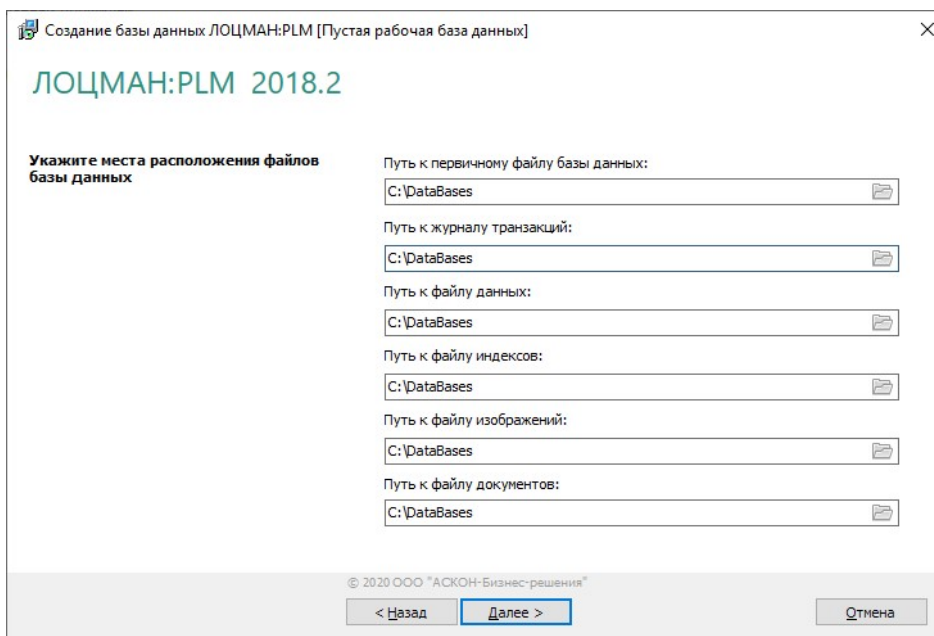

Рис. 2.10
1. Заполните поля ввода данных (рис. 2.10). Пути можно задать вручную или выбрать в стандартном диалоге Windows, который появится после нажатия кнопки **Выбрать**.